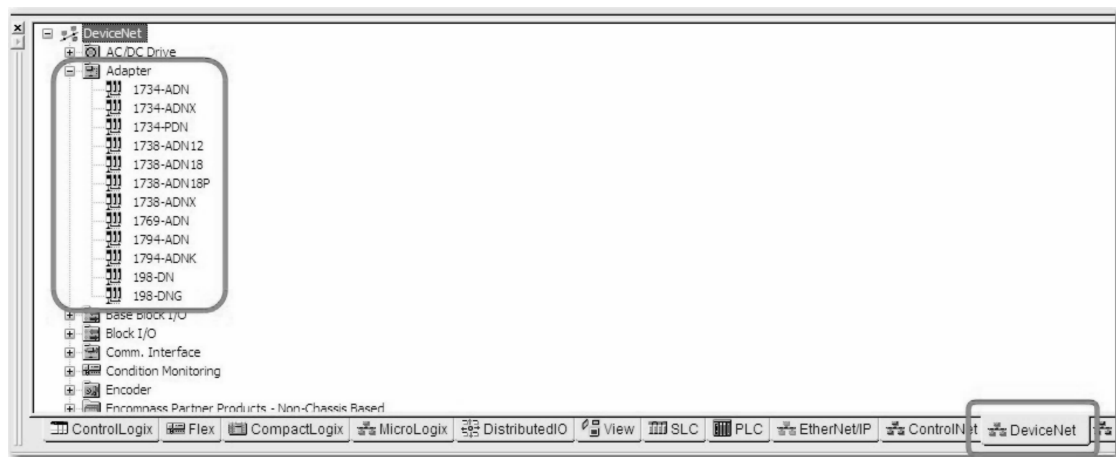

图 26-103 适配器文件夹
1) 单击 DeviceNet 选项卡, 然后展开设备列表中的“适配器”(Adapter) 文件夹, 如图 26-103 所示。将出现可以添加到 DeviceNet 网络的 I/O 适配器列表。